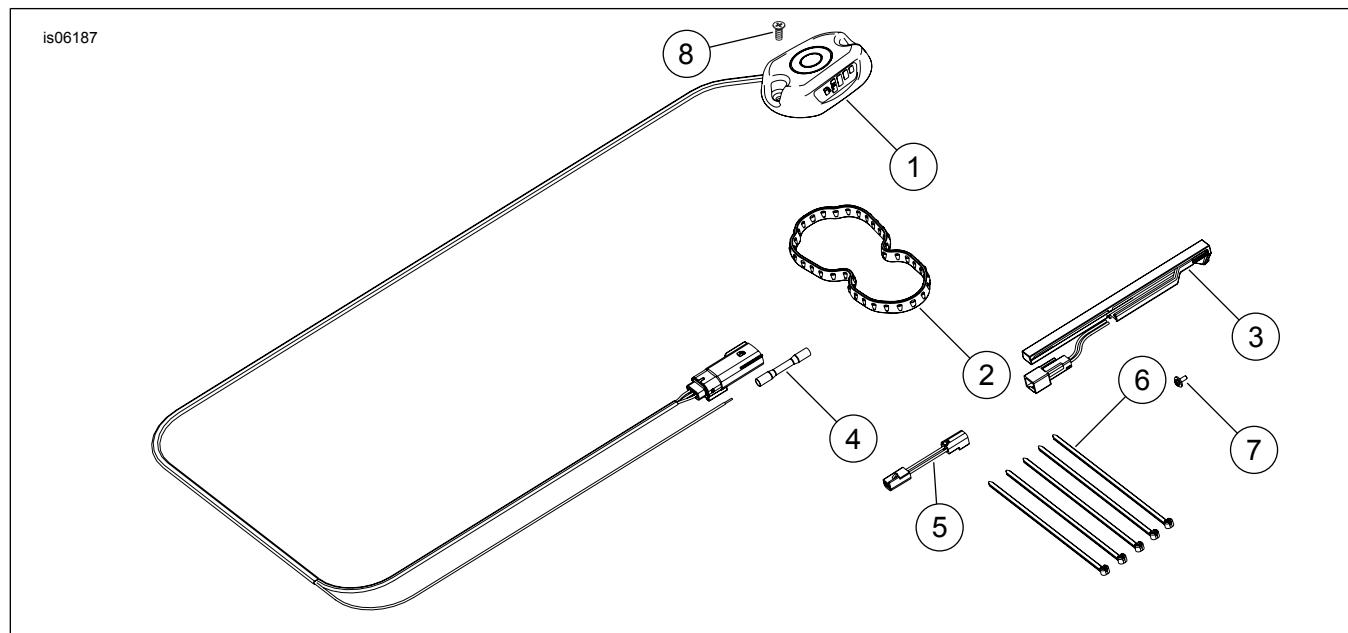

Abbildung 4. Ersatzteile für Sportster Kraftstoffstandanzeig
Siehe Abbildung 4 und Tabelle 1.
- a. Den Kraftstoffstandsensord wie abgebildet in das Kraftstoffpumpenmodul einbauen und den Sockel in die Montageöffnung (4) der Kraftstoffpumpe einsetzen.
- d. Den Kraftstoffstandsensoren mit der Schraube (3) an der Kraftstoffpumpe befestigen. Die Schraube so weit anziehen, dass der Kraftstoffstandsensoren an der Befestigungszunge anliegt.
- e. Verlegen Sie die Verkabelung des Kraftstoffstandsensors unter dem Kraftstoffschlauch und verbinden Sie den Kraftstoffstandsensoren mit dem Steckverbinder des Schalters für niedrigen Kraftstoffstand am Kraftstoffpumpenmodul. Falls erforderlich, Überbrückungskabelbaum verwenden (Abbildung 4, Teil 5).
5. Siehe Abbildung 4 >. Den Kabelbaum der Kraftstoffstandanzeige entlang des Lenkers bis zum Hauptkabelbaum verlegen, dabei der Verkabelung des Blinkers folgen. Führen Sie ihn dann innerhalb der Spulenhalterung und der Hauptkabelbaum-Elektriktafel entlang des Rahmenrückens zurück in Richtung Sitzschale.
- Den Kabelbaum der Kraftstoffstandanzeige und das orangefarbene Kabel mit Kabelbindern (6) am Hauptkabelbaum befestigen. Überschüssige Kabelbaum- und Kabellänge aufwickeln und sichern.